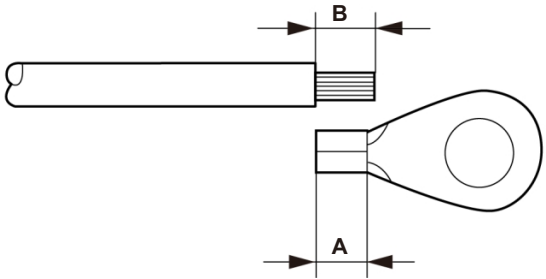

图5.8 剥线长度
- 3. 利用剥线钳将接地线缆的绝缘层剥去适合的长度（如图5.8）。